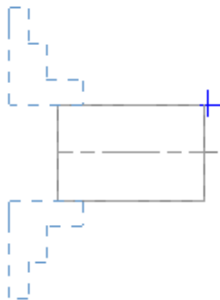

图 8.8.2 打开模型
Step1. 打开文件 D:\mcx8.1\work\ch08.08\LATHE_DRILL.MCX, 模型如图 8.8.2 所示。